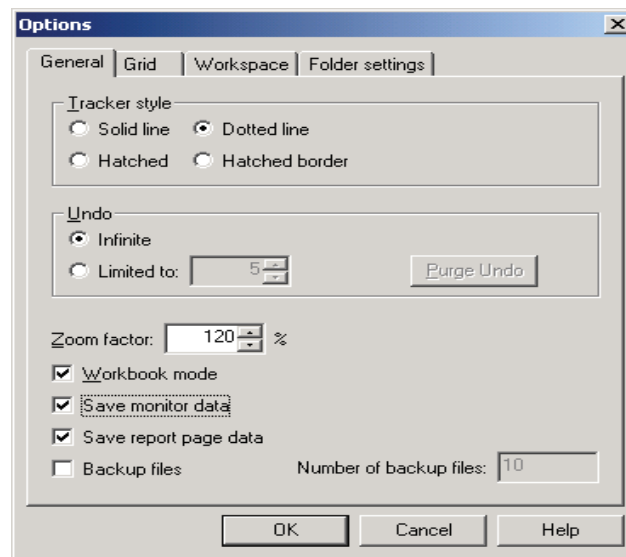

Figure 18. La boîte de dialogue des Options.
1. Une fois le calcul terminé, dans le **menu > Outils > Options > Save Monitor** (Figure 18).
4. Dans la boîte de dialogue Calculs OptiSystem, cliquez sur Exécuter pour lancer la simulation (voir la figure 18).
La boîte de dialogue Enregistrer sous apparaît (voir la figure 18).